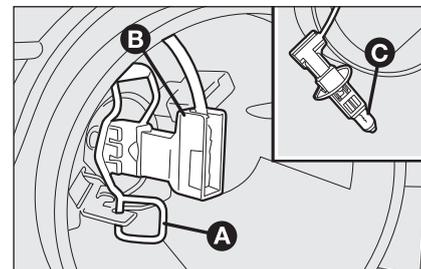

fig. 20
- desenganche el tenacilla de fijación de la lámpara **A-fig. 20**;